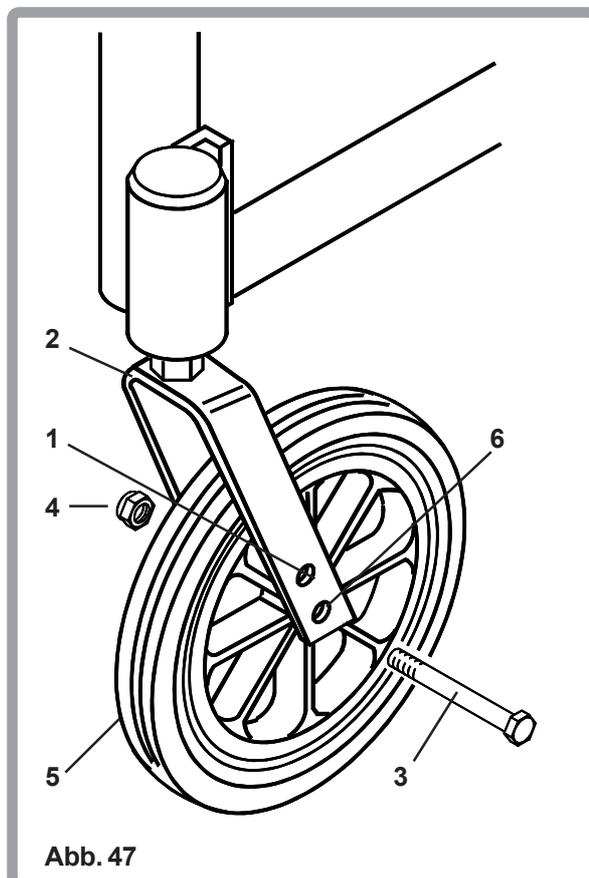

Abb. 47
Vorderradgabeln mit zwei Bohrungen bieten die Möglichkeit 5", 6" oder 8" Vorderräder zu verwenden und die Sitzhöhe zu verstellen (Abb. 47). Um das Vorderrad zu ersetzen oder die Position zu verändern, lösen Sie die Schraube (3) und Mutter (4), danach bringen Sie das Vorderrad (5) in die gewünschte Bohrung (1 u. 6) in der Vorderradgabel (2) und ziehen die Schraube und Mutter wieder fest.